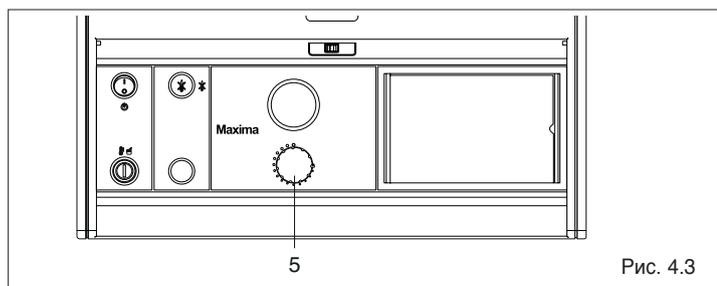

Рис. 4.3
- установите термостат котла (5) на нужную температуру (Рис. 4.3)